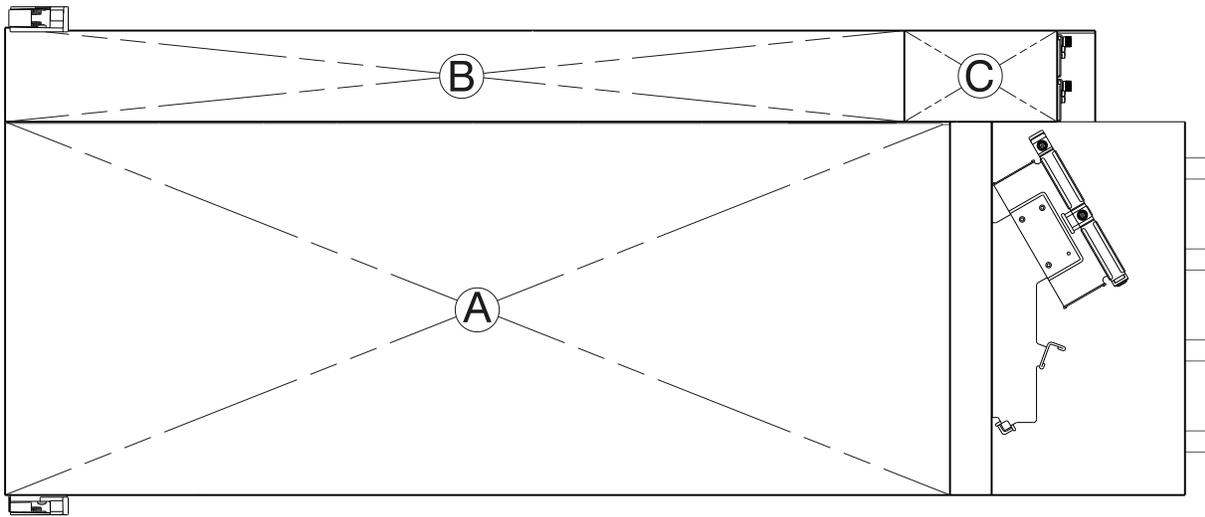

Abbildung 9. Erweiterungsgehäuse des Modells 106 - Oberseite mit installierten Abdeckungen
Die Oberseite des Gehäuses verfügt über drei unterschiedliche Abdeckungen, von denen zwei abnehmbar sind, damit der Zugang zu den internen Komponenten möglich ist. In der Abbildung werden die Abdeckungen als A/B/C bezeichnet (siehe Angaben unten und Abb. 9 auf Seite 13).
In Abb. 9 ist eine Draufsicht auf das Gehäuse mit abgenommenen Abdeckungen dargestellt. Die Abbildung ist so ausgerichtet, dass sich die Vorderseite des Gehäuses auf der linken Seite befindet und die Rückseite des Gehäuses rechts. Das Gehäuse wird so dargestellt, als ob Sie es an einer Workbench betrachten würden. Der Schienensatz und der größte Teil der Geometrie des Kabelträgers wurden aus Gründen der Übersichtlichkeit weggelassen.
**Anmerkung:** Die Gehäuseabdeckungen A und B der Oberseite lassen sich herauschieben und können vorübergehend zu Wartungszwecken abgenommen werden. Siehe Abb. 9 auf Seite 13.